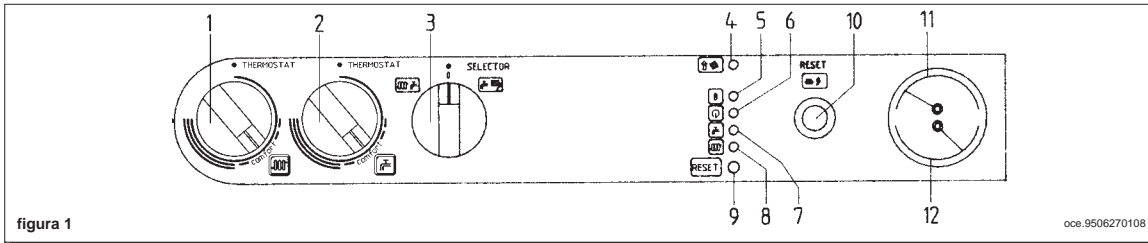

figura 1
Importante: Per abilitare le funzioni del telecontrollo è necessario che il selettore (3) di figura 1 sia posizionato in ESTATE (☀️). In tale caso le spie di funzionamento caldaia (7 e 8 figura 3) lampeggeranno in caso di richiesta calore rispettivamente in riscaldamento o sanitario. I dispositivi per la regolazione delle temperature (1 e 2 di figura 1) non sono abilitati.